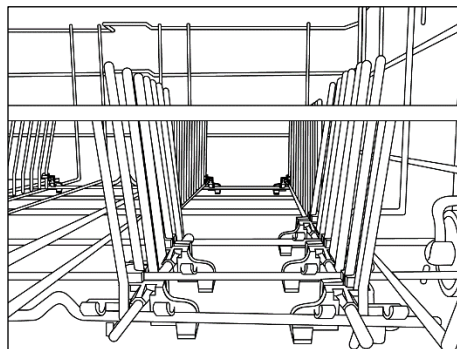
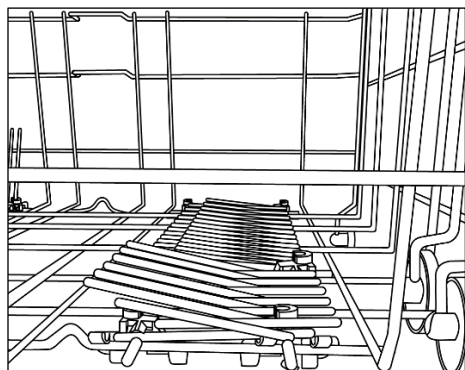

Fig. 2
Fig. 3
- Masina de spalat vase este prevazuta cu un filet de "3/4" (Fig. 2).
• BLOCAREA APEI (fig. 3)
2. apoi puneți-l ușor în poziția corectă (fig. 2).
N.B.: NU RIDICAȚI SAU COBORĂȚI NICIODATĂ COȘUL DOAR DE O SINGURĂ PARTE (fig. 3).
Rafturile pliabile (fig.2 și fig.3) pot fi puse în cosul inferior pentru a optimiza stabilitatea vaselor. Rafturile pot fi ridicate sau lăsate pentru a acomoda dimensiunile non-standard și/sau formele pentru flexibilitate maximă.
- Pentru o curățare ușoară, containerul central este detașabil (Fig. 2).
- Îndepărtați filtrul sita (Fig. 3) și spălați întreaga unitate sub jet de apă. Dacă este nevoie, utilizați o perie mică.